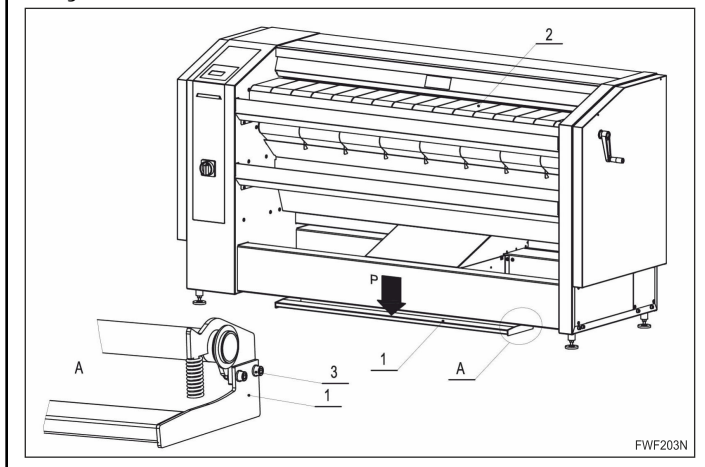

Figura 22
- O pedal do sistema de parada/início da mesa de inserção, *Figura 22* é um mecanismo projetado para interromper ou reativar a operação das correias de alimentação da mesa de inserção. O pedal está posicionado na parte inferior frontal da máquina, sob o suporte frontal.